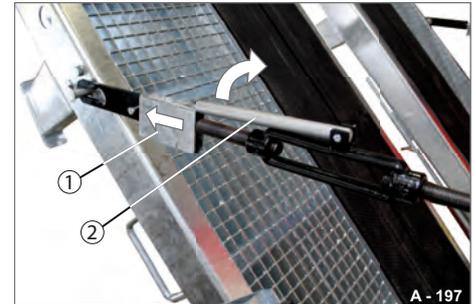

Abb. 50 Sicherungsspanner entriegeln
- ▶ Sicherungsrechteck (Abb. 50/1) nach oben schieben. Hebel wird freigegeben.
- ▶ Hebel (Abb. 50/2) herausschwenken.